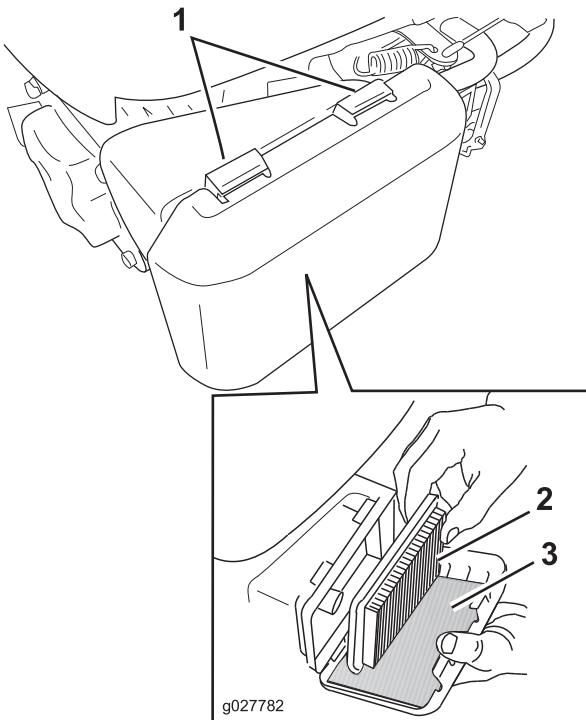

Figure 28
1. Appuyez sur les languettes de verrouillage en haut du couvercle du filtre à air (Figure 28).
5. Retirez l'élément en papier et le préfiltre en mousse (Figure 28).